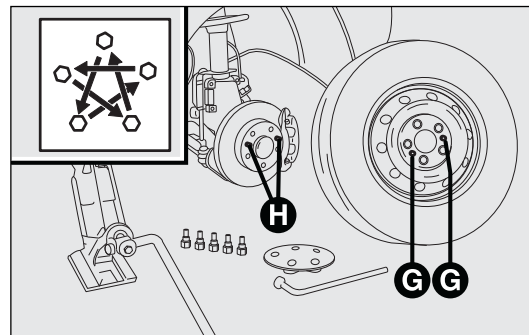

fig. 172
- ☐ montar la rueda de repuesto, haciendo coincidir los orificios G-fig 172 con los tornillos H correspondientes. Al montar la rueda de repuesto, comprobar que las superficies de apoyo estén limpias y libres de impurezas que podrían provocar más tarde el aflojamiento de los tornillos;
- ☐ apretar a fondo los tornillos, pasando alternativamente de un tornillo al diametralmente opuesto, según el esquema ilustrado en la fig. 172.